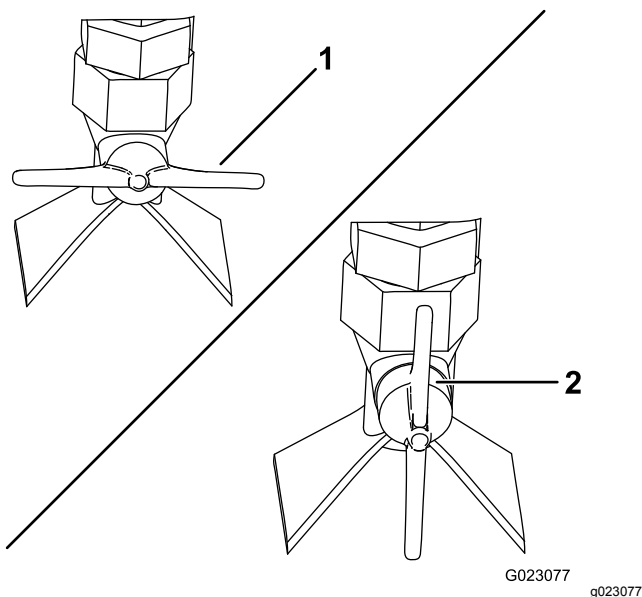

Bild 63
- Fächerförmiger Strahl: Stellen Sie das Sprühventil an der Seite der Düse waagrecht (Bild 63).
- Strahl: Stellen Sie das Sprühventil an der Seite der Düse senkrecht (Bild 63).